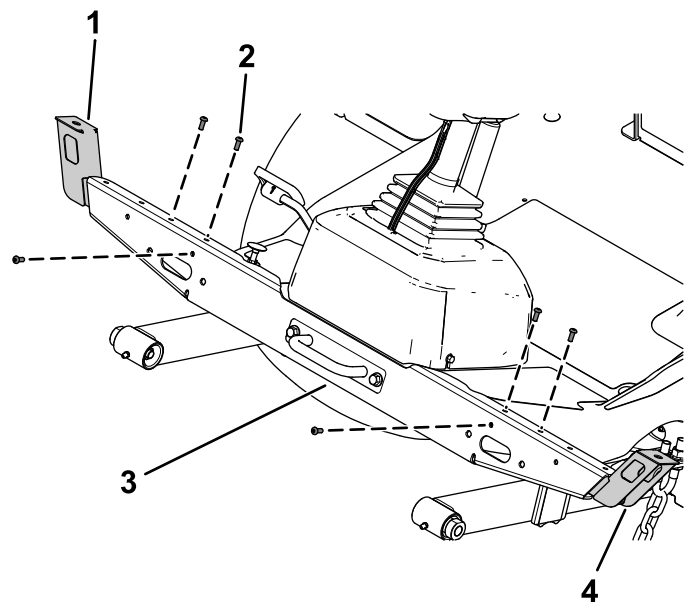

Bild 19
3. Befestigen Sie die linke und rechte Scheinwerferbefestigung mit drei Halbrundschauben ($\frac{1}{4}'' \times \frac{5}{8}''$) durch die Sicherungsmuttern an der Kreuzhalterung der Scheinwerfer auf jeder Seite (**Bild 19**).